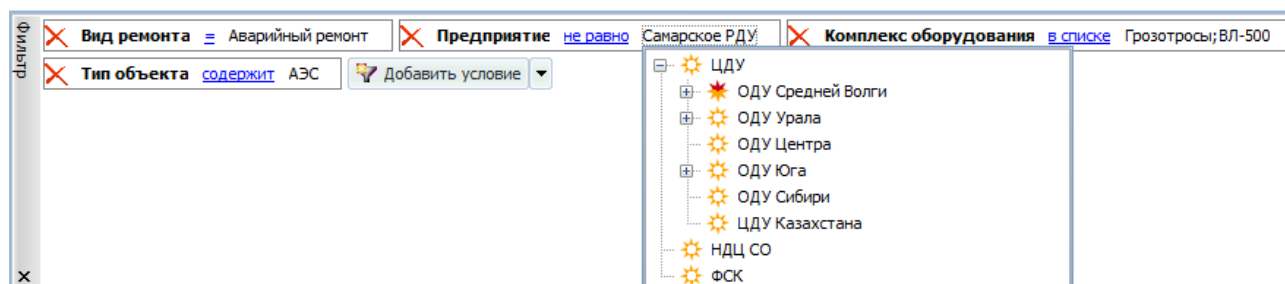

Рисунок 10.22 – Фильтрация по значениям справочников
- **Фильтрация по значениям справочников.** К данному виду фильтрации относятся следующие критерии фильтра: энергосистема, территория, собственник, предприятие, энергообъект, тип энергообъекта, оборудование, комплекс оборудования, состояние оборудования, вид ремонта, условия производства работ, управление / ведение, нарушение зависимости. В качестве условий фильтрации выступают: «=», «не равно», «в списке», «не в списке», «содержит». В качестве значения фильтрации выбирается значение из справочника (Рисунок 10.22).